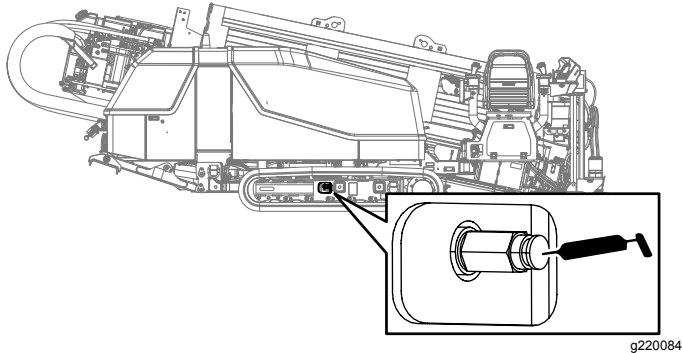

Bild 103
3. Entfernen Sie Schmutz und Rückstände im Bereich des Schmierventils für die Kettenspannung (Bild 103).
5. Bringen Sie Schmiermittel auf den Nippel auf, bis die Spannung 22063 kPa (3200 psi) beträgt, siehe Bild 103.
5. Drehen Sie das Schmierventil für die Kettenspannung **maximal eine Umdrehung** nach links (Bild 103).